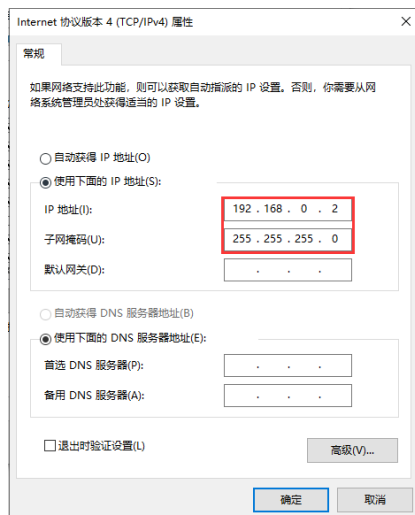

图 2
- 2、电脑 IP 设置为 192.168.0.2 网段，子网掩码设置为 255.255.255.0，IP 设置如图 2 所示；